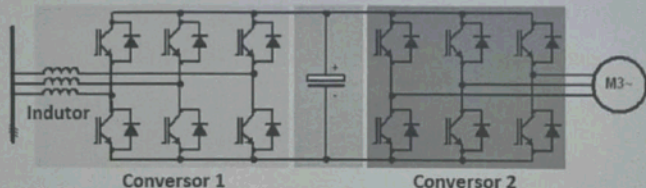

Figura 4 - Diagrama em blocos de um inversor de frequência comercial.
5. A Figura 4 mostra o diagrama esquemático de um inversor de frequência comercial alimentando um motor de indução em gaiola de 220V/20kW. Com relação ao sistema de acionamento pede-se (20 pontos):
- A estrutura do conversor apresentada na Figura 4 permite a frenagem regenerativa? Justifique sua resposta;